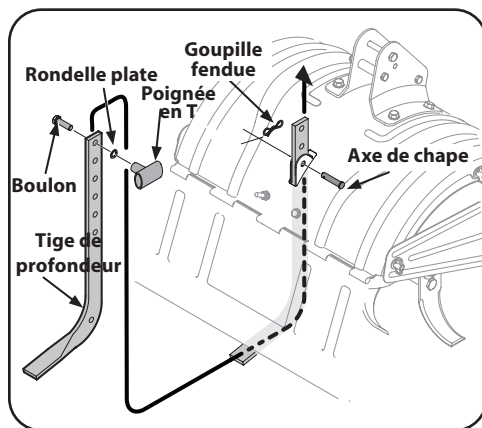

Figure 2-1
2. Dévissez la poignée en T du dessus de la tige de profondeur et retirez la rondelle plate et le boulon. Retirez la goupille fendue de l'axe de chape. Voir Figure 2-1.
5. Insérez le boulon dans le trou supérieur de la tige de profondeur. Placez la rondelle plate et la poignée en T sur le boulon, puis vissez la poignée jusqu'à ce qu'elle soit bien serrée. Voir Figure 2-1.